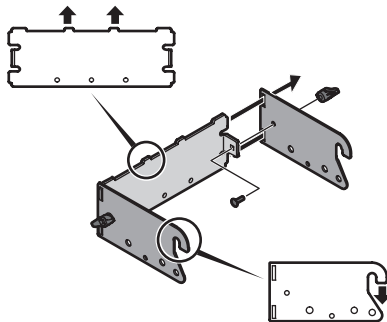

Figura 1
1. Sujete los dos soportes laterales de enganche al soporte de unión universal (783-08129) utilizando los dos pernos de carro (710-0276) y las perillas de aleta (720-04122) del paquete de herrajes 689-02364. Consulte la Figura 1.